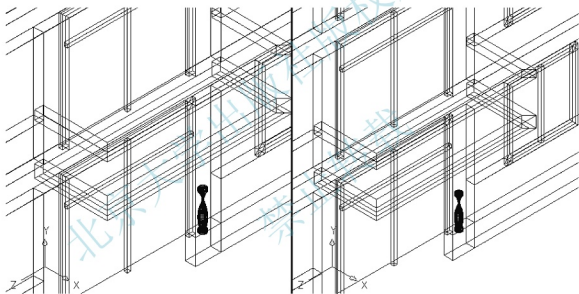

图 6.50 垂直平铺两个视口
(1) 执行菜单栏中的【视图】|【视口】|【两个视口】命令，在输入配置选项[水平(H)/垂直(V)]<垂直>：提示下，按Enter键执行尖括号内的默认值“垂直”，表示将要垂直平铺两个视口，结果如图6.50所示。